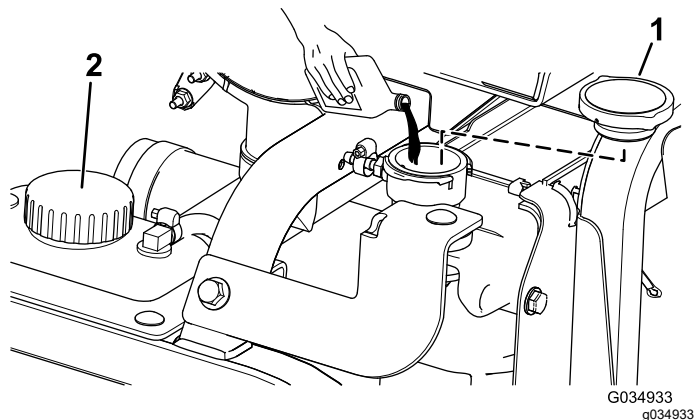

Figura 91
5. Llene el radiador de refrigerante hasta que el nivel de refrigerante llegue al borde del orificio de llenado (Figura 91).